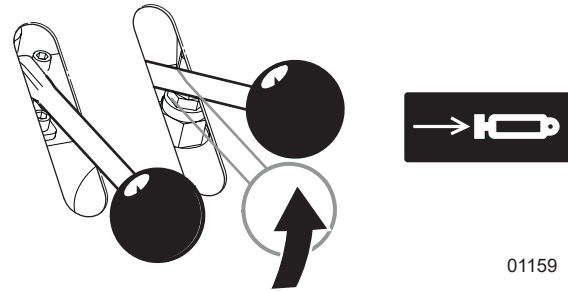

Figure 41—Le bloc de poussée rentre automatiquement
- b. Lorsque le bloc de poussée est complètement déployé, la manette de contrôle de **déploiement du vérin de la fendeuse** se déplace automatiquement vers la position neutre (hors de la soupape de détente; voir *Figure 41*).